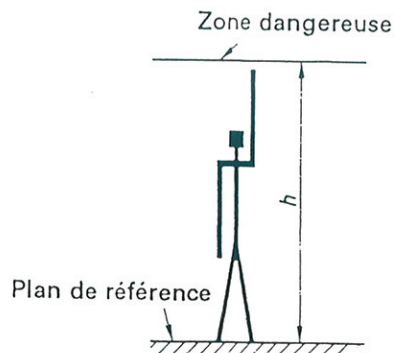

Figure 1
4.2 Atteintes vers le haut (voir figure 1)